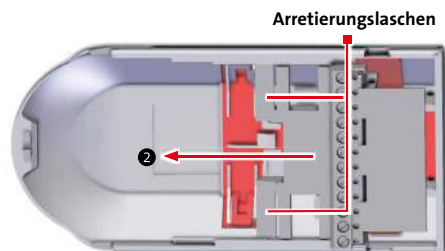

Abb.1 Ausfahren des Schlittens
- Fahren Sie den Schlitten nach unten aus. Drücken Sie dazu die beiden Arretierglasschen des Schlittens (siehe Abb. 1).